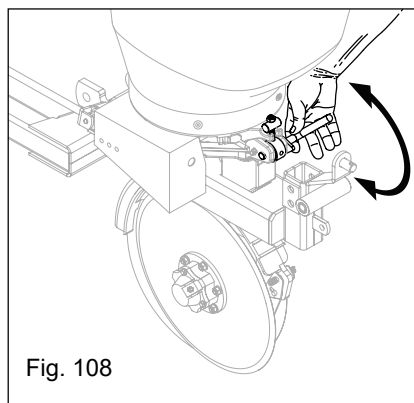

Fig. 108
- Destrave a base do depósito, girando a alavanca para cima (Fig. 108).